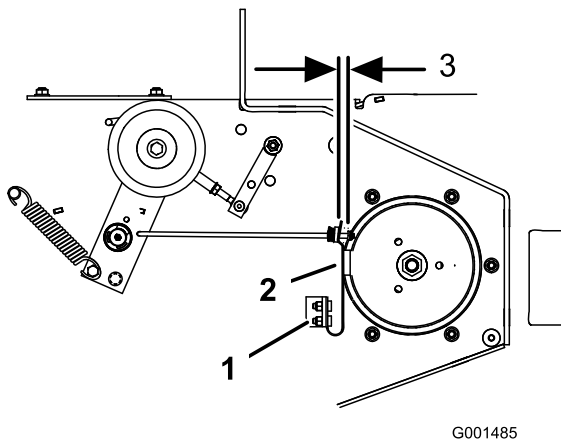

Figure 50
3. Le cas échéant, ajustez les boulons de fixation de ressort de sorte que la plaquette de frein de lame frotte contre les deux côtés de la gorge de la poulie (Figure 50).
4. Ajustez l'écrou à l'extrémité de la tige de frein jusqu'à ce que l'écrou et l'entretoise soient espacés de 3 à 5 mm ($\frac{1}{8}$ à $\frac{3}{16}$ po) (Figure 50).